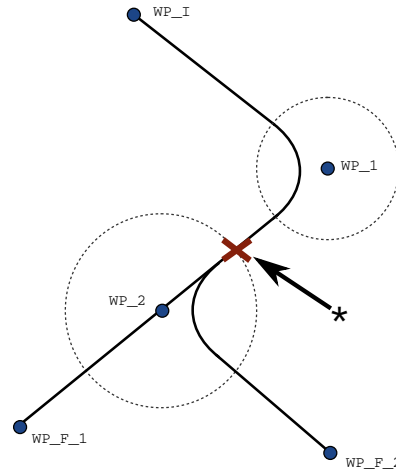

图 14.5: WP\_I 为初始路点，有两个潜在最终路点 WP\_F\_1 和 WP\_F\_2，取决于条件表达式。当机器人手臂进入第二个交融时，条件 if 表达式被评估 (\*)。
**条件交融轨迹** 交融轨迹受设置交融半径的路点以及程序树中的下一个路点影响。也就是说，在图 14.5 中的程序中，围绕 WP\_1 的交融受 WP\_2 影响。在本例中，当围绕 WP\_2 交融时，其结果变得更显而易见。存在两个可能的结束位置，为确定哪一个是要交融的下一个路点，当输入交融半径时，机器人必须已经评估 digital\_input[1] 的当前读数。那意味着 if...then 表达式（或